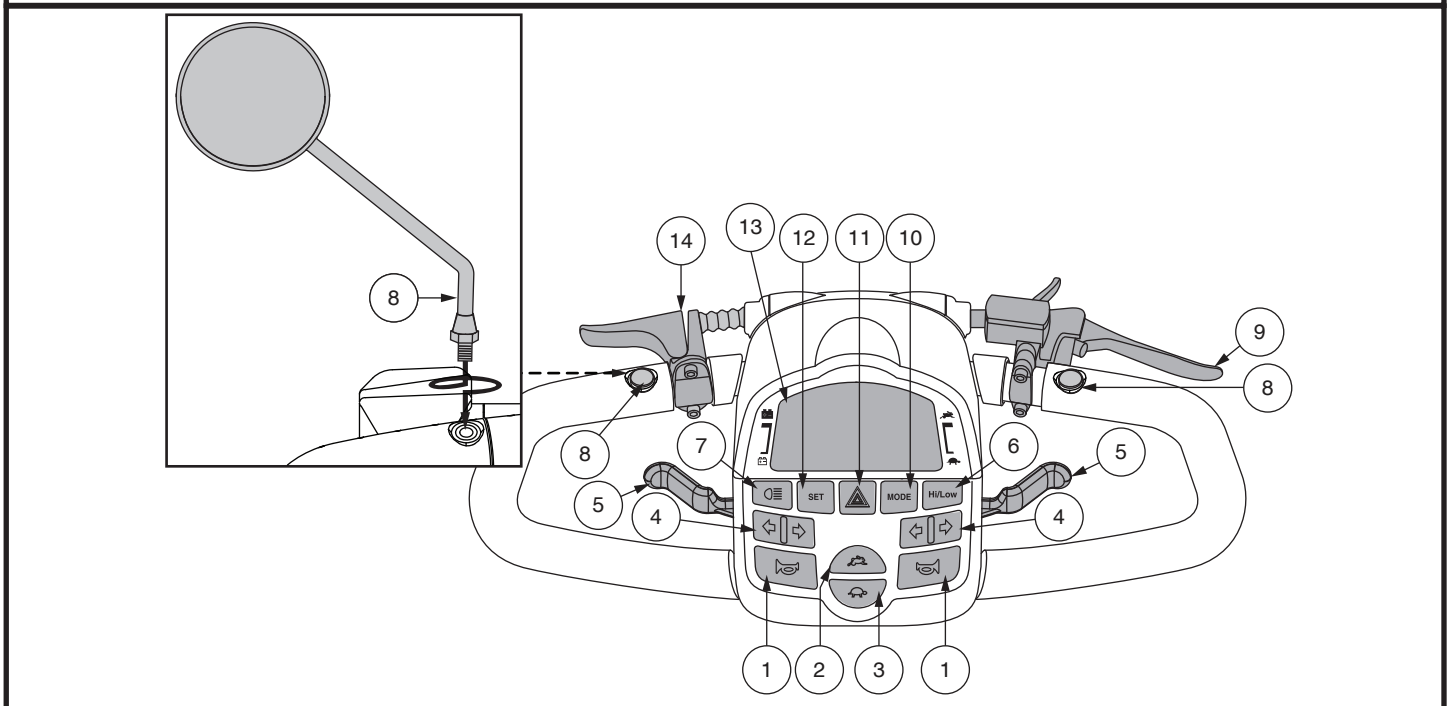

Figure 1. Panneau de commande LCD
Le tableau de bord et le guidon inférieur comprennent toutes les commandes nécessaires pour conduire votre véhicule, y compris le panneau de commande LCD, les leviers d'accélérateur, la clé de contact et le commutateur du levier d'accélérateur. **Voir la figure 1.**
Ces leviers vous permettent de contrôler la vitesse avant et arrière de votre VMP jusqu'à la vitesse maximum déterminée par les boutons de réglage de la vitesse. Un levier d'accélérateur se trouve sur la partie inférieure des côtés gauche et droit du guidon. **Voir la figure 1.**
- Appuyer une fois sur le bouton **Hi-Lo** pour fixer le réglage de la vitesse à Hi. L'indicateur Hi-Lo s'affiche sur l'écran LCD. **Voir la figure 1.** L'utilisation de ce paramètre en conjonction avec les boutons de réglage de la vitesse permet au véhicule d'atteindre des vitesses jusqu'à la vitesse maximale préprogrammée pour le véhicule.
Le panneau de commande LCD vous donne des informations intuitives via l'écran LCD. Voir la figure 1. L'écran LCD est également utilisé lors de la configuration initiale (activation) des différents paramètres du panneau de commande.
**NOTE:** Pour programmer les paramètres du panneau de commande, le voyant haut-bas doit être éteint et le voyant de vitesse maximale doit être réglé à son maximum. Voir la figure 1.